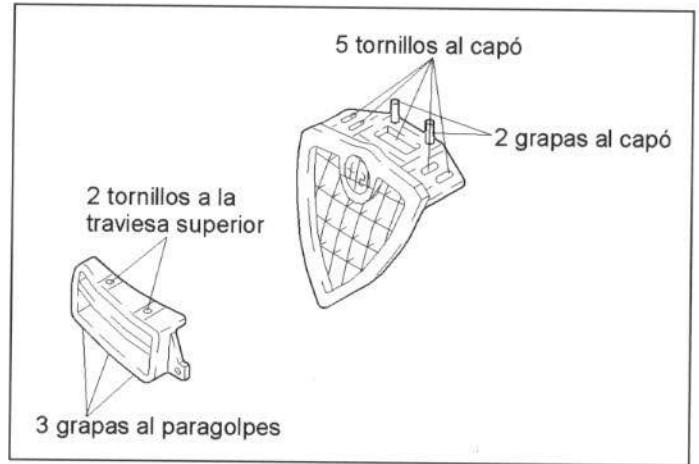

Figura 15.- Unión de la rejilla delantera
- Rejillas del frente (figura 15).
En la figura 15 se ofrece la unión de este elemento a la carrocería.
- Rejillas del frente (ambas) (figura 15).